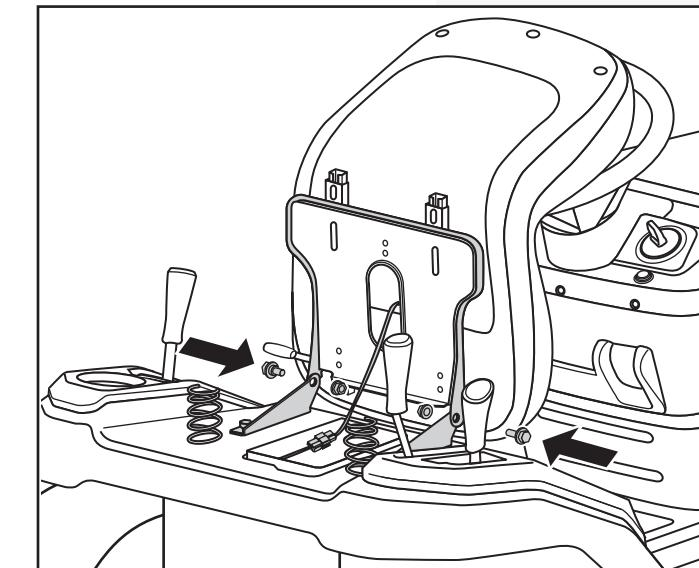

Fig. 7
1. Conecte el asiento a la base del cortacésped con los tornillos y tuercas suministrados con un par de 15-19 pies-libra. (Fig. 7)